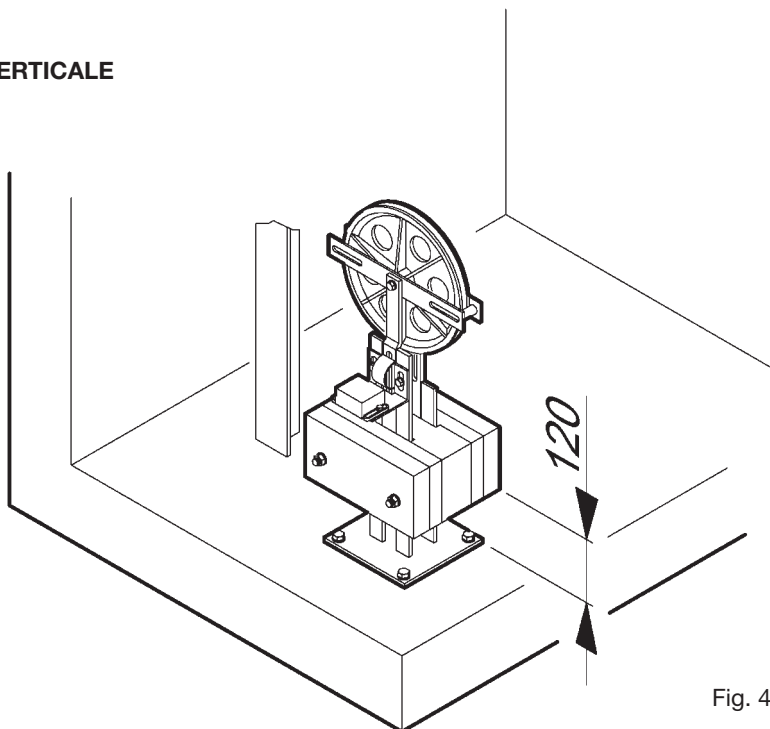

Fig. 4
- Fissare la piastra di guida del contrappeso in modo tale da ottenere un allineamento perfetto tra la puleggia del limitatore e la puleggia del tenditore (fig. 4).
- Supportare il contrappeso fino al raggiungimento di un'altezza di ca. 120 mm dal fondo del pozzo (valore approssimativo) (fig. 4)